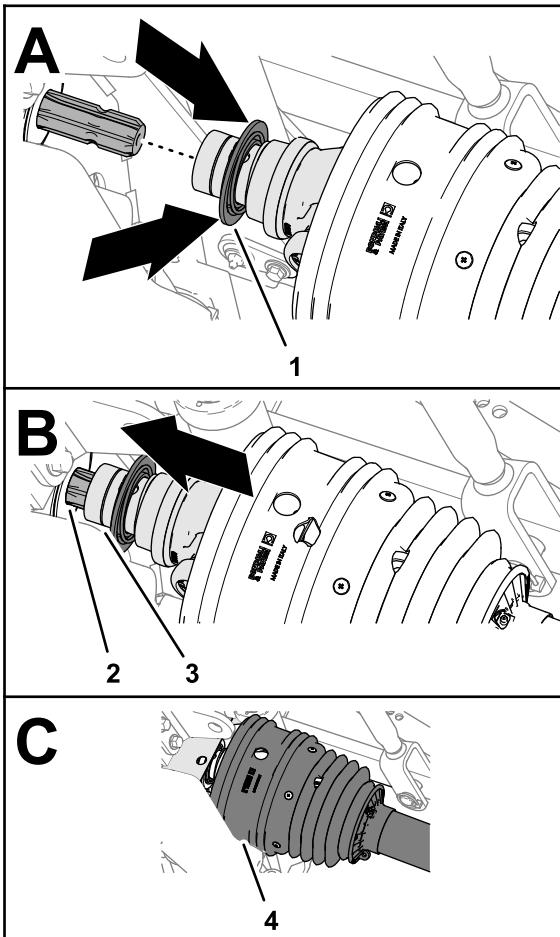

Figura 25
2. Tirate indietro il collare di bloccaggio del giunto ad innesto rapido (Figura 25).
3. Tirando indietro il collare di bloccaggio, tirate in avanti la forcella dell'albero di trasmissione della PDF e infilate la presa del giunto sulle scanalature dell'albero di uscita della PDF (Figura 25).
5. Assicuratevi che il carter sia posizionato sulla forcella dell'albero di trasmissione (Figura 25).